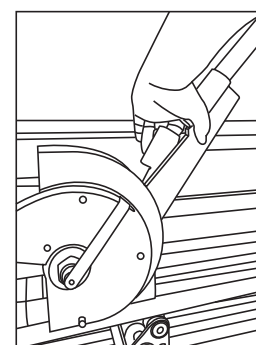

Fig. 5
5. Utiliser le système de cliquet pour permettre à l'opérateur d'utiliser son poids corporel pour augmenter la force de cintrage avec un effort minimal. Pour utiliser ce système, soulevez-le sur la languette de déverrouillage et soulevez la poignée du cliquet pour descendre jusqu'au point d'attelage approprié (Fig. 5). Libérer la languette une fois que l'angle souhaité est atteint. Abaisser la poignée à cliquet pour commencer le processus de cintrage. Continuer à bouger la poignée du cliquet de haut en bas tout en cintrant le conduit jusqu'à ce que l'angle désiré se reflète sur l'indicateur d'angle. Permettre un effet de ressort dans le conduit en ajoutant le degré de ressort de la marque du conduit au degré de cintrage souhaité.